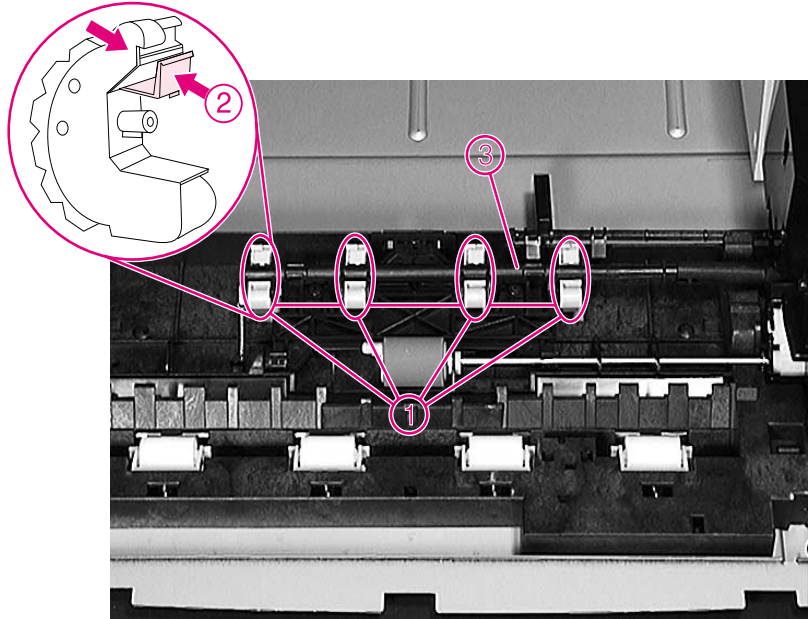

Abbildung 13 Ausrasten der Einzugswalzen für das optionale 500-Blatt-Fach
- 1 Drehen Sie mit einer Hand die Welle der Einzugswalzen (Abbildung 13, Nummer 3) um 90 Grad.